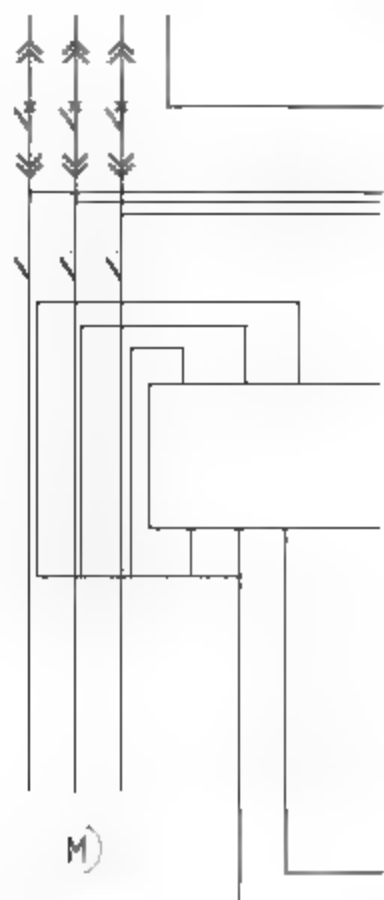

图10-15 移动元件
**02** 调用M【移动】命令，将电气元件移动至线路结构图上，如图10-15所示。